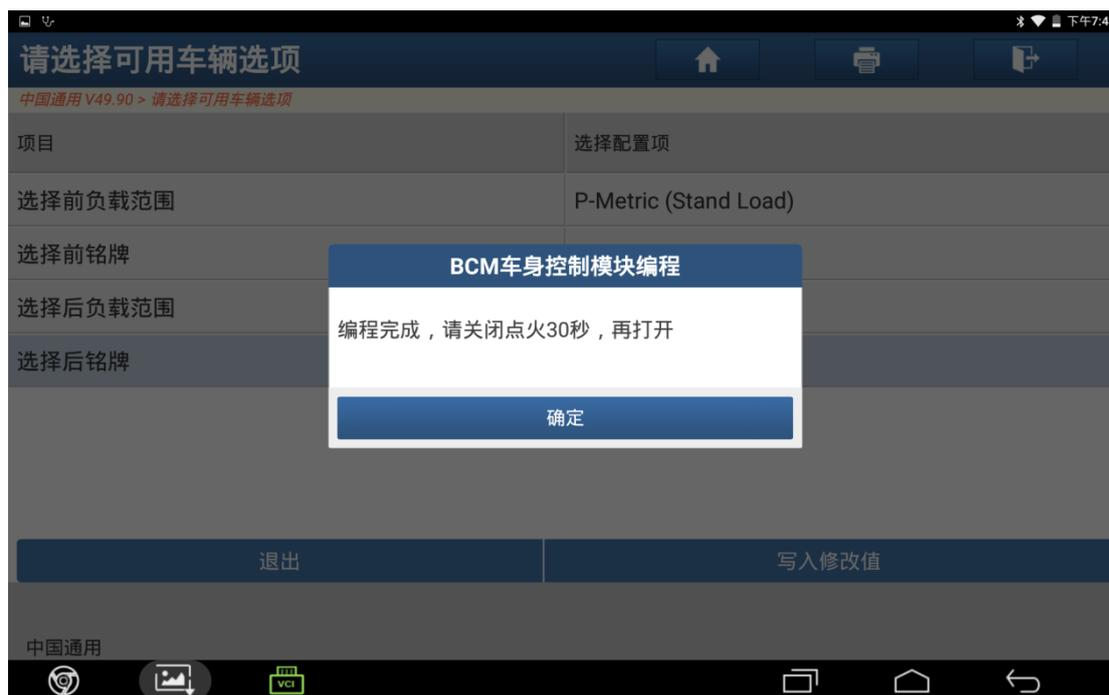

图 42
42). 提示编程完成，关闭点火开关 30 秒，再打开，点击“确定”后退出，如图 42;